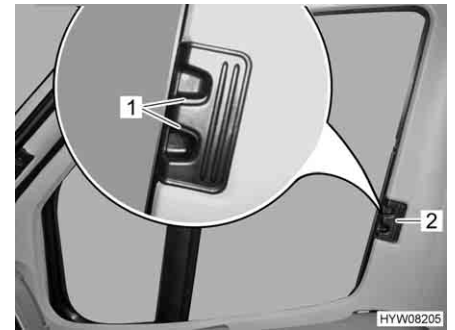

Fig. 22 Tendina oscurante pieghevole per il finestrino del conducente/passeggero
- Inserire fino all'arresto le tendine oscuranti pieghevoli per il finestrino del guidatore e del passeggero per la maniglia (Fig. 22,2).
- Fare innestare le maniglie di sbloccaggio (Fig. 22,1).